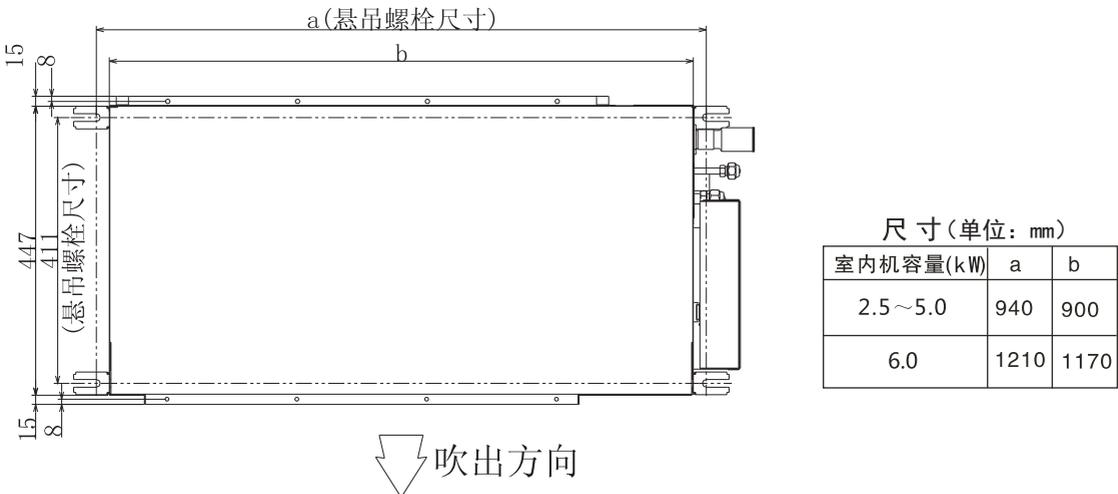

图3 悬吊螺栓 (单位: mm)
- (1) 标示悬吊螺栓位置、制冷剂管连接位置和排水管连接位置。
- (2) 安装尺寸如图 3 所示。